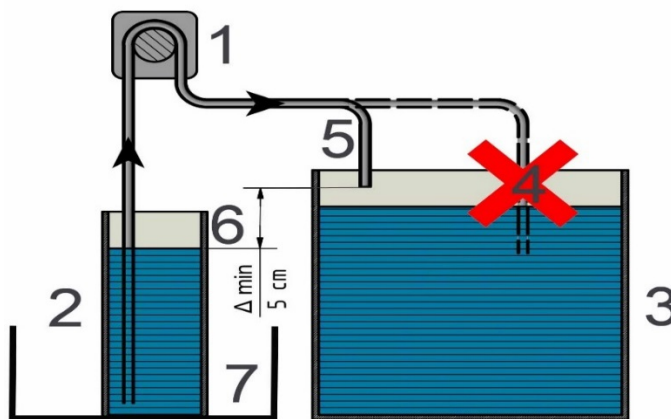

Рис. 1: Рекомендации по технике безопасности
Насосы – дозаторы (1) – это самовсасывающие насосы. Они должны быть установлены так, как указано на рис. 1. Только таким образом можно избежать вытекания из резервуара (2) предназначенной для дозирования жидкости. Мы рекомендуем шланги сделать более короткими (макс. 2 м водяного столба = 0,2 бара), но шланг на стороне всасывания должен достигать дна резервуара (2). Дозировочному шлангу нельзя висеть в воде аквариума (4). Это поможет избежать обратного потока воды. Уровень воды в резервуаре для дозирования жидкости (6) должен всегда быть ниже конца дозировочного шланга (5). Уровень воды в фильтре/аквариуме (3) при соблюдении данной рекомендации не играет никакой роли.